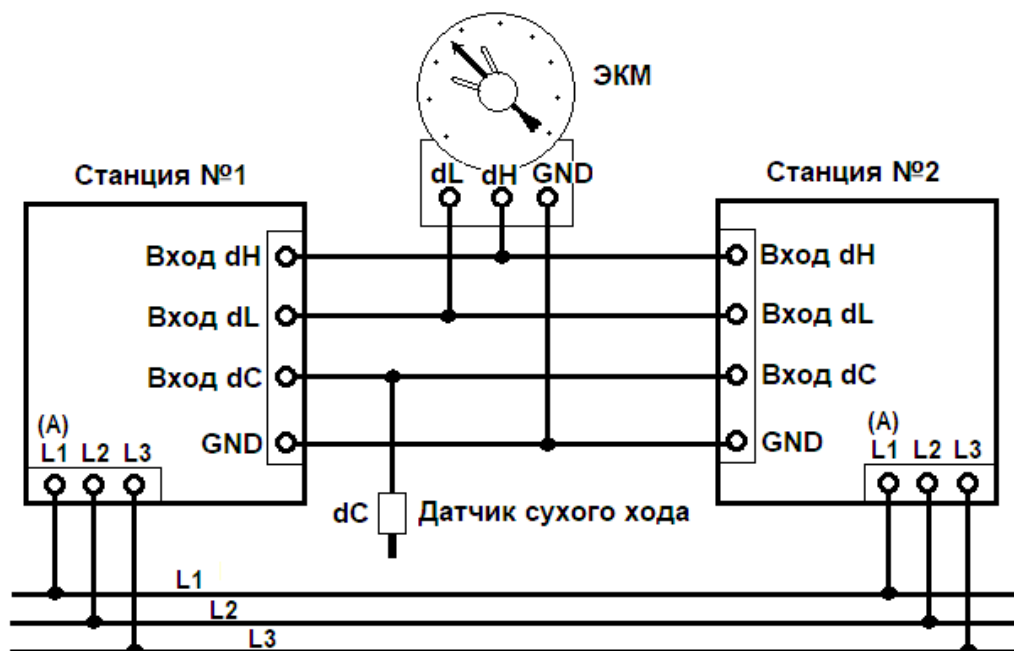

Рис.20
**Метод 1:** управление станциями от одного ЭКМ (рис.20).